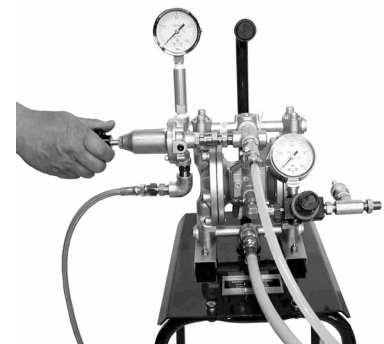

Fig. 4.2
- 5) 塗料レギュレーターを 0.1MPa 前後にセットし、スプレーガンを開いて試し吹きをしてください。(Fig. 4.2)